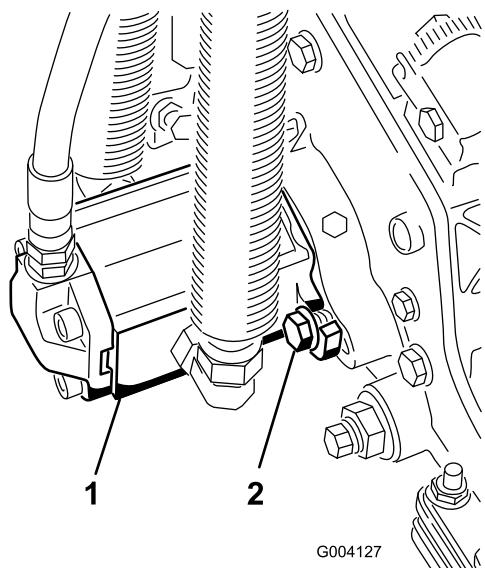

Figura 14
16. Instale o motor rodando-o no sentido dos ponteiros do relógio de forma a que as flanges do motor se afastem dos parafusos (Figura 14). Rode o motor no sentido